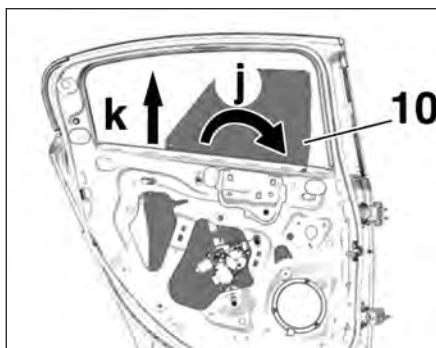

FIG. 121
- Tourner la vitre (10) de 90° dans le sens de la flèche (j) puis la sortir suivant le flèche (k) (Fig.121).